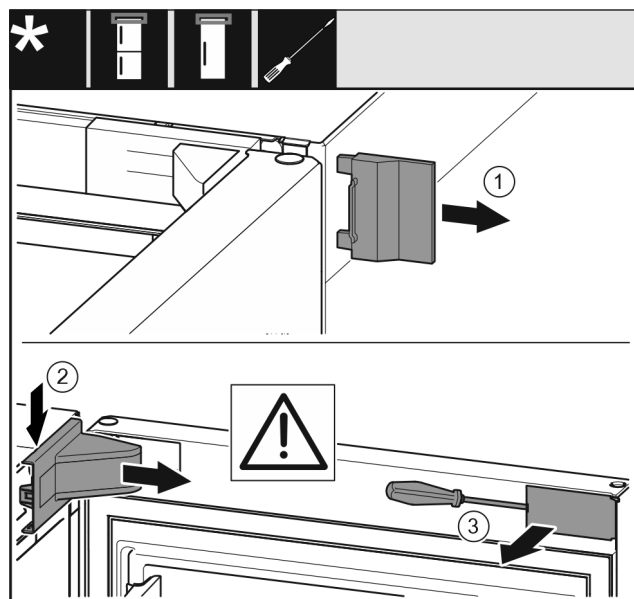

Fig. 6
► Odoberte vonkajší kryt. Fig. 6 (1)
► Odistite a uvoľnite kryt ložiskovej konzoly. Odoberte kryt ložiskovej konzoly. Fig. 6 (2)
► Kryt odistite plochým skrutkovačom a vyklopte nabok. Fig. 6 (3)